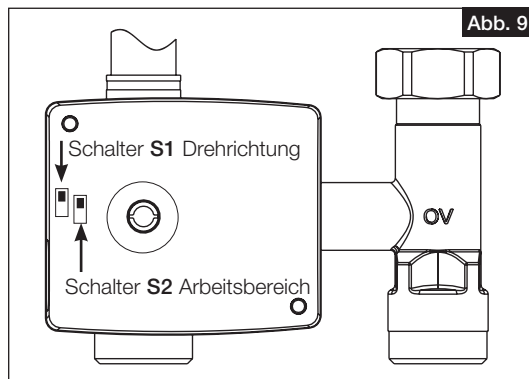

Abb. 9
2. Entsprechend der gewünschten Einstellung den Schalter in die notwendige Stellung schieben (Abb.9)